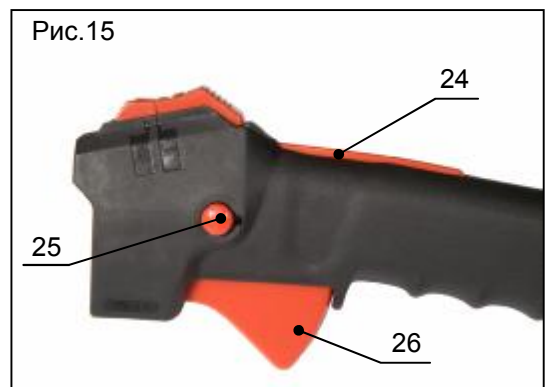

Рис.15
4. Включить рукоятку акселератора (поз.26, рис.15), для чего при нажатом предохранительном рычаге (поз.24, рис.15) необходимо нажать ручку акселератора и заблокировать её нажатое положение при помощи кнопки блокировки (поз.25, рис.15).
11. После запуска двигателя нажать и сразу же отпустить рукоятку акселератора (поз.26, рис.15).